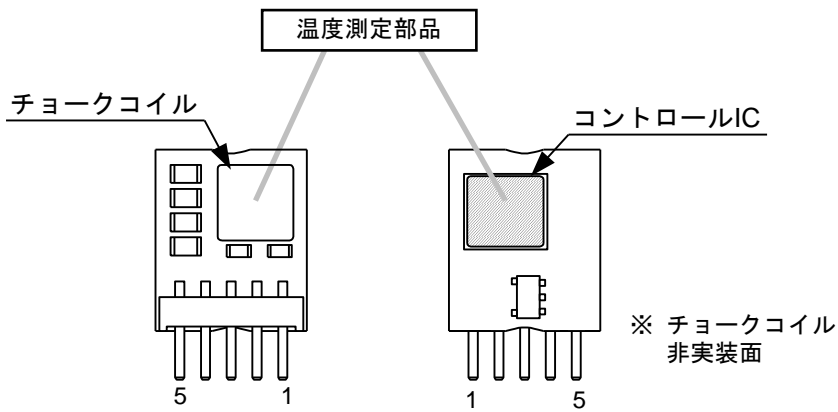

図 10
確実な冷却の為には実際の使用環境で測定することをお勧めします。特に実使用上の負荷が温度ディレーティングの最大値に近い場合は測定が必要です。ご使用の際には、部品温度は 120°C を超えないように注意してください。図 10 に温度測定部品を示します。
- ① 図 10 にて、チョークコイルまたは、コントロール IC いずれかの部品の温度が 120°C に到達した時点の出力電流値
- ② コンバータの公称定格電流値